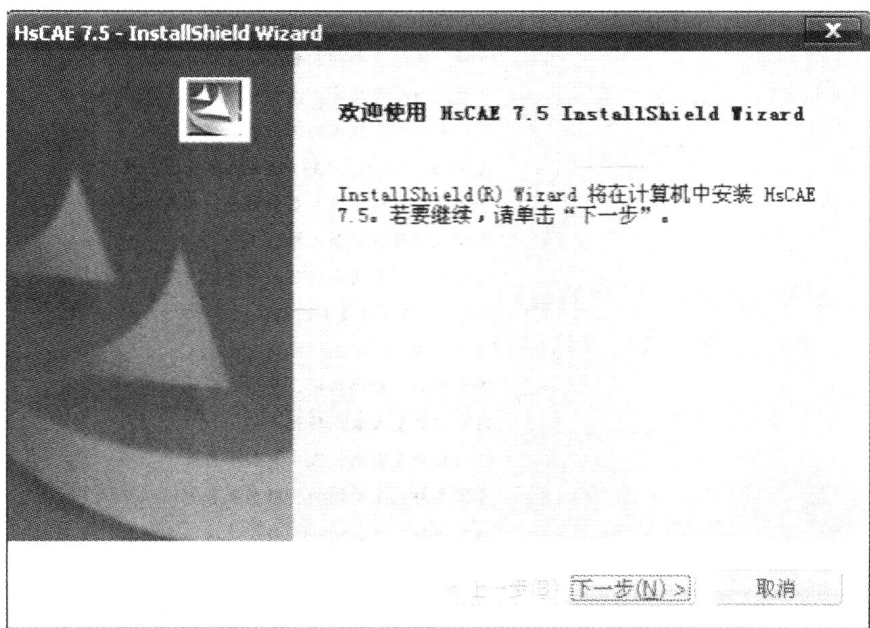

图 1-3 华塑注射成型仿真系统欢迎界面
(3) 进入华塑 CAE 主程序的安装后, 首先是欢迎界面 (如图 1-3 所示), 选择“下一步”按钮。